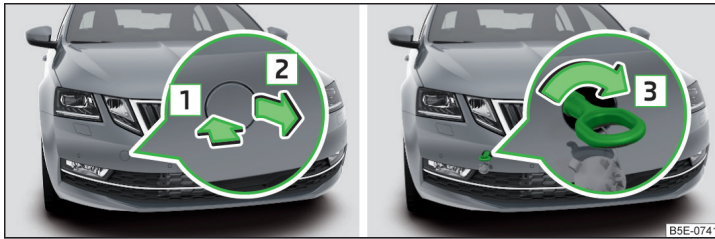

Abb. 338 Abdeckkappe abnehmen / Abschleppöse einbauen
- Zum **Abnehmen** auf die Abdeckkappe in Pfeilrichtung **1** drücken und diese in Pfeilrichtung **2** abnehmen » Abb. 338.
- Zum **Einbauen** die Abschleppöse von Hand in Pfeilrichtung **3** » Abb. 338 bis zum Anschlag einschrauben » **!**